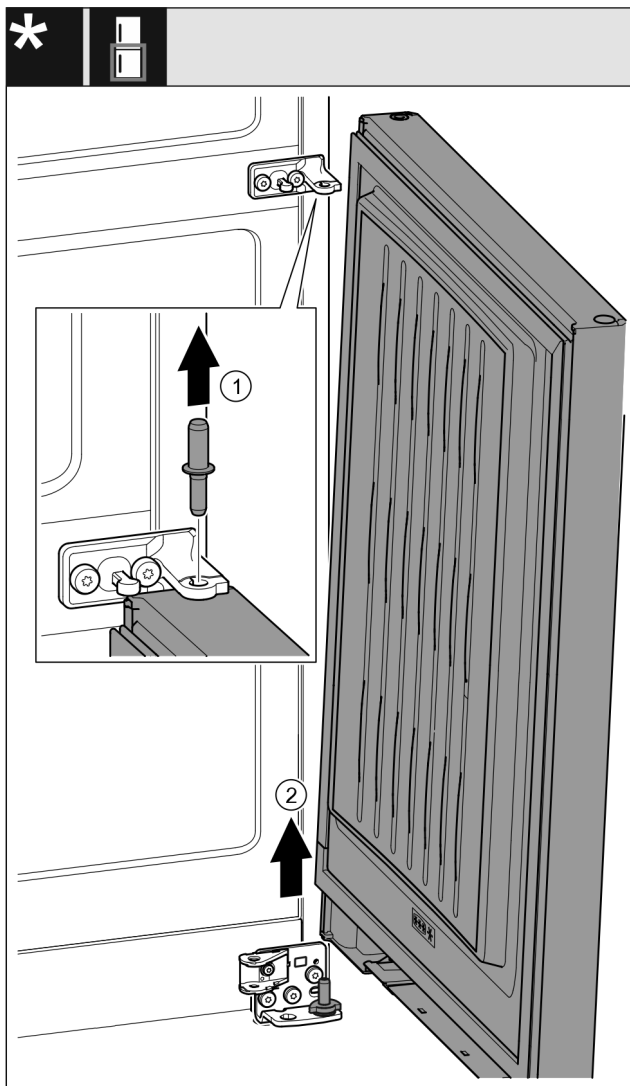

Fig. 23 *
- Nxirrni jashtë bulonin duke e ngritur lart. *Fig. 23 (1)**
- Anoni paksa derën për ta ngritur, tërhiqeni lart dhe lëreni mënjane. *Fig. 23 (2)**